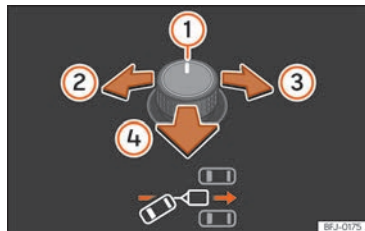
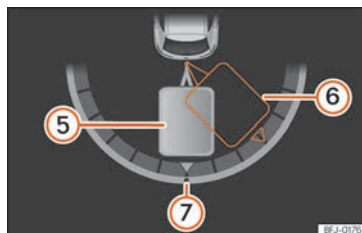

Abb. 172 Drehknopf für die Außenspiegel: Ausrichtung des Anhängers einstellen.
Abb. 173 Bildschirm des Kombi-Instruments: Rückwärtsfahren.
Legende zu » » » (Abb. 172), » » » (Abb. 173):
- Drehknopf kippen, bis die gewünschte Richtung erreicht ist » » » (Abb. 172). Am Bildschirm des Kombi-Instruments erscheint zur Orientierung eine Darstellung des Gespanns in der aktuellen Position » » » (Abb. 173).